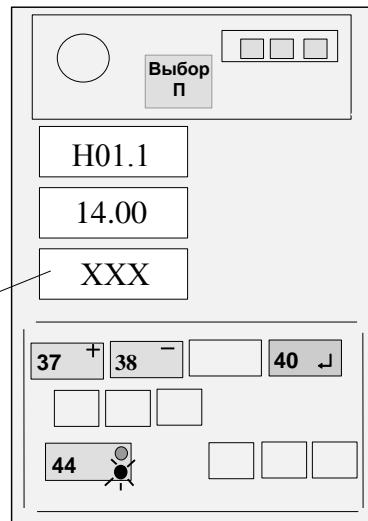

Рисунок 16
Нажимая кнопку 44, набрать на верхнем ИЖЦ код "H01.1" (см. рисунок 16).
Нажать на время 1 с кнопку "↔" (40) и, проконтролировав короткий звуковой сигнал, отпустить кнопку (см. рисунок 16).